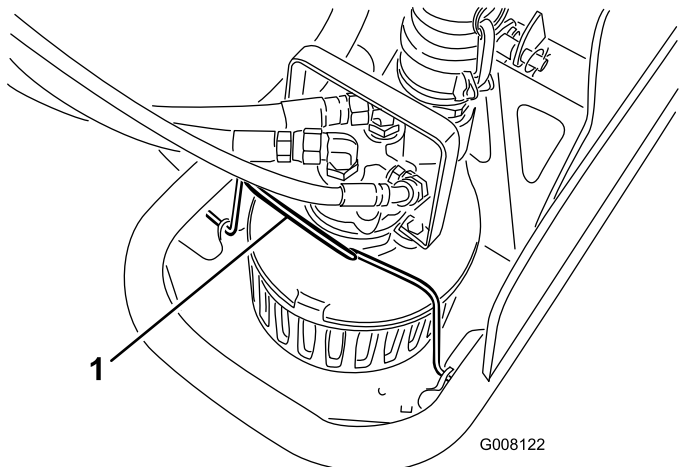
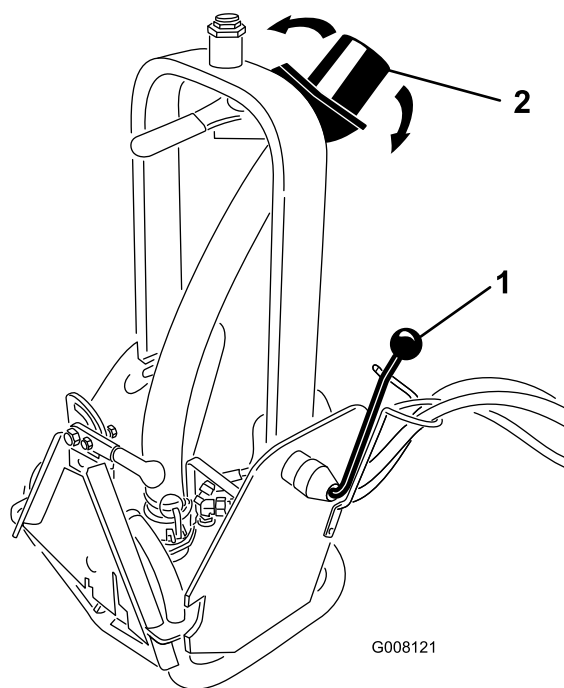

Рисунок 9
Рисунок 10
2. До начала работы убедитесь в том, что зажим насоса (Рисунок 9) и стопорная рукоятка (Рисунок 10) надежно зафиксированы.